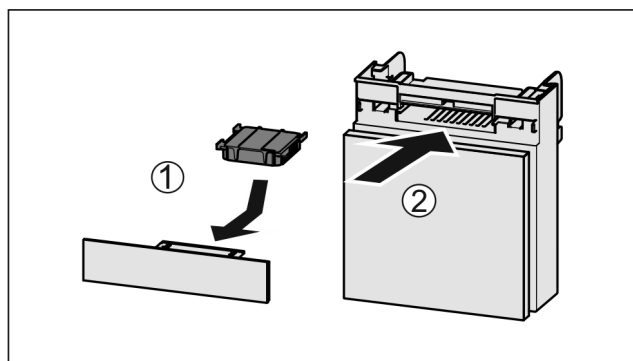

Fig. 77
- ▶ Aktivni ogljeni filter vstavite Fig. 77 (1) skladno s prikazom na sliki.
- ▶ Če je aktivni ogljeni filter obrnjen navzdol: Predal potisnite noter Fig. 77 (2).